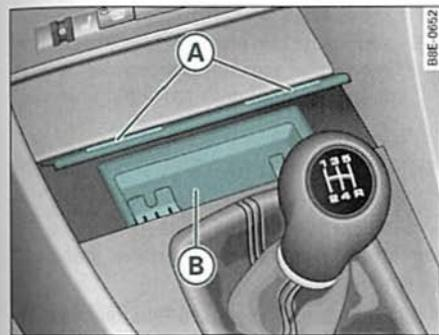

Fig. 113 Consola central: Cenicero abierto
- Presione brevemente sobre la moldura frontal del cenicero (A) ⇒ fig. 113.
- Agarre la carcasa del cenicero (B) ⇒ fig. 113 por sus concavidades laterales y extráigala hacia arriba.